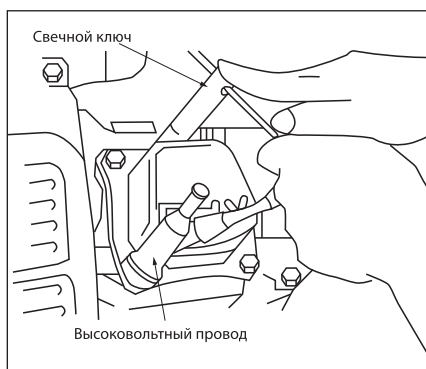
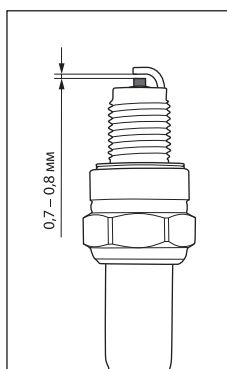

Рис. 14
Рис. 15
2. Отсоедините высоковольтный провод (рис. 14).
3. Выверните свечу с помощью шестигранного ключа, входящего в комплект поставки (рис. 14), и осмотрите ее (рис. 15). Электроды свечи должны иметь светло-коричневый цвет.
6. Проверьте величину зазора между заземляющим и центральным электродами, используя специальный щуп. При необходимости установите зазор 0,7–0,8 мм (рис. 15).